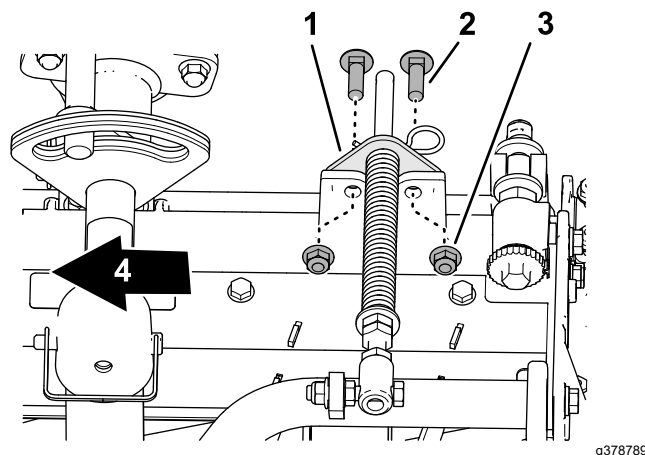

Figura 14
5. Alinee los orificios del soporte del muelle de compensación con los del bastidor de la unidad de corte (**Figura 14**).